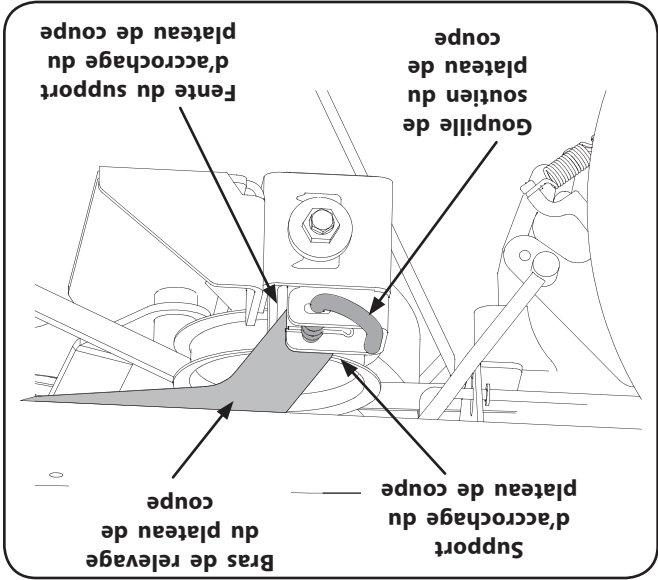

Figure 7-5
2. Tenez la courroie et la poulie et faites tourner la poulie vers la gauche (Voir la Figure 7-5). Continuez à tenir et à faire tourner la poulie et la courroie jusqu'à ce que la courroie soit complètement installée sur la poulie de la prise de force.
6. Localisez les goupilles de soutien de droite et de gauche du plateau de coupe de chaque côté du plateau de coupe. Sortez les goupilles et bloquez-les à la position non engagée pour dégaier les bras de relevage droit et gauche du plateau de coupe. Voir la Figure 7-5.
7. Redressez les bras de relevage pour les dégaier des fentes du support en relevant la manette de relevage à sa position la plus haute. Voir la Figure 7-5.